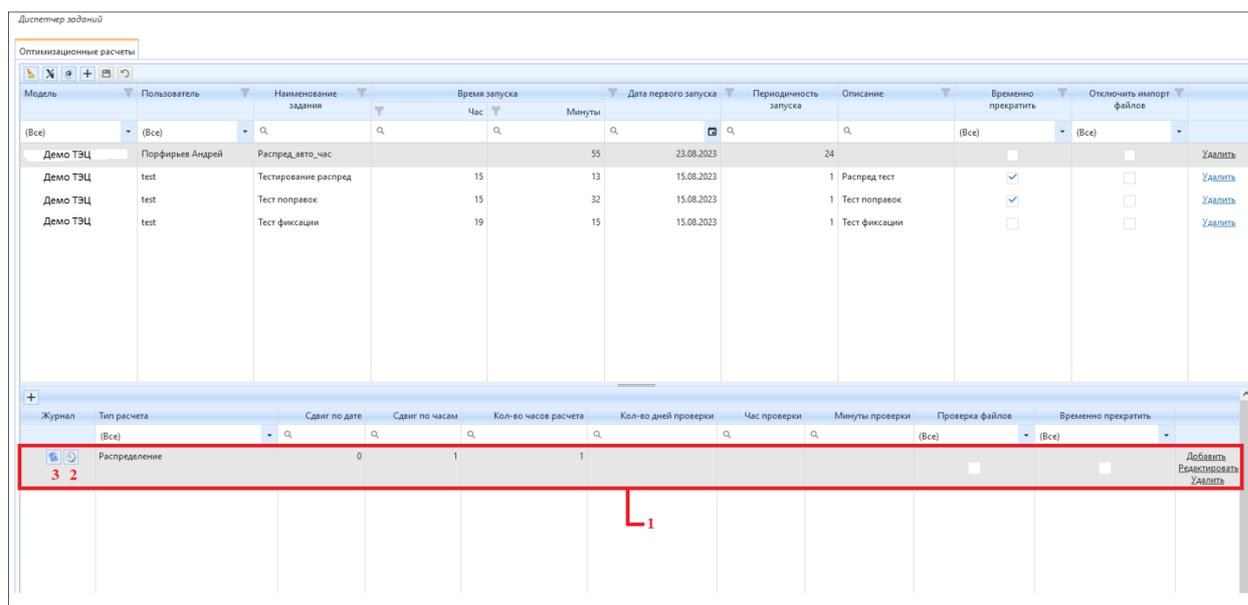

Рисунок 4.1.25 – Вызов дополнительных настроек расчета
7. После добавления строки с записями настроек (тип расчета, сдвиг по дате и т.д.) необходимо установить дополнительные настройки для типа расчета, привязанного к автоматическому заданию. Для этого выберите нажатием левой кнопкой мыши (выделившееся строка отобразится серым цветом) строку с созданным расчетом (1). Далее нажмите на кнопку (2) «Дополнительные настройки» (рис. 4.1.25) в колонке «Журнал» (рис. 4.1.25);
8. После нажатия на кнопку (2) «Дополнительные настройки» (рис. 4.1.25) в подразделе откроется окно с дополнительными настройками для расчета.
11. Для просмотра событий, относящихся к автоматическому заданию, перейдите в «Журнал диспетчера заданий» (блок 3) (рис. 4.1.25). После нажатия на кнопку появится окно «Журнал диспетчера заданий» (рис. 4.1.27).